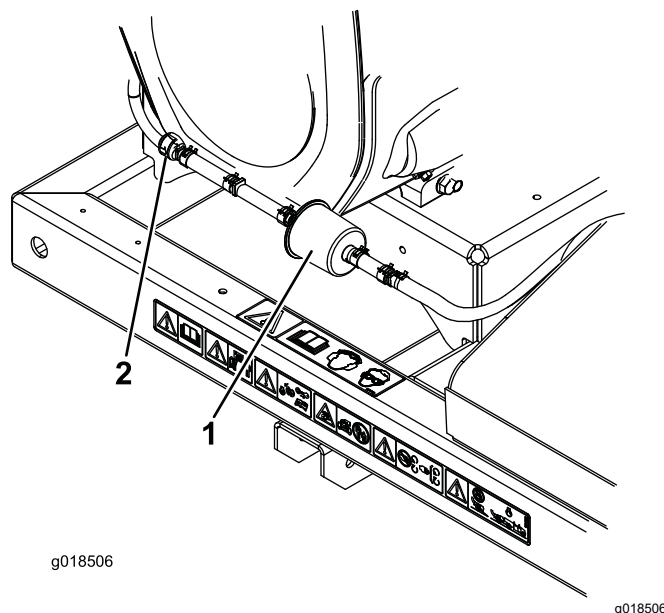

Figura 39
2. Aleje del filtro las abrazaderas de muelle de ambos lados del filtro del tubo de purga del cartucho de carbón (Figura 39).
3. Retire y deseche el filtro de carbón (Figura 39).
4. Instale un filtro nuevo en el tubo con la flecha del filtro apuntando hacia la válvula de retención, y sujételo con las abrazaderas (Figura 39).